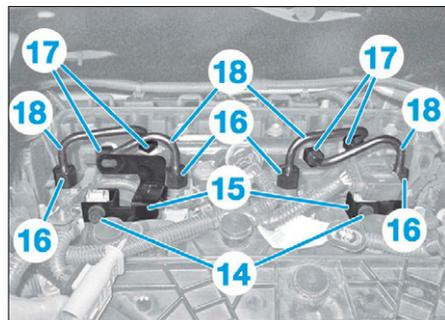
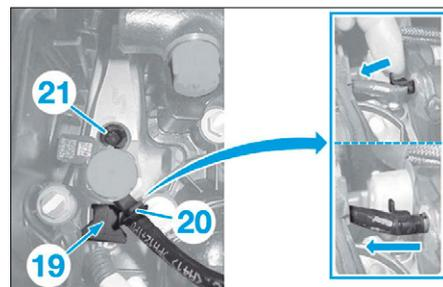

FIG. 49
FIG. 54
- les vis (10) (Fig.49),
- les supports de faisceaux électriques (11).
- Desserrer les raccords (16) et (17) des tubes haute pression carburant (18).
- les canalisations haute pression (18),
- Desserrer les raccords (16) et (17) des tubes haute pression carburant (18) (Fig.49).
- Déposer les canalisations haute pression (18).
- Débrancher les connecteurs des injecteurs (19) (Fig.54).
- Désaccoupler les raccords encliquetables (20) de l'injecteur côté distribution vers la pompe haute pression. Tirer la languette de verrouillage vers l'arrière puis extraire le raccord de retour carburant.
- les vis (21),